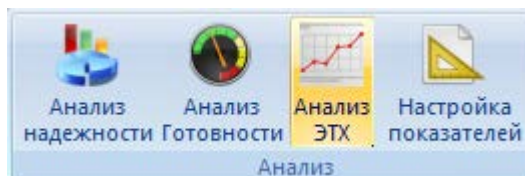

Рис. 29-33 – Панель «Анализ»
- 2) Нажать кнопку «Анализ ЭТХ» на вкладке «Анализ» (рис. 29-33).